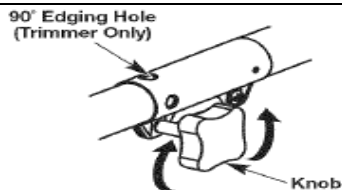

Рис. 6
ОСТОРОЖНО! Перед использованием устройства убедитесь в том, что кнопка фиксатора полностью защелкнута в основном отверстии, а поворотная рукоятка (Рис. 6) плотно затянута.
1. Чтобы ослабить зажим, поверните рукоятку против часовой стрелки (Рис. 6).
3. Затяните рукоятку, поворачивая ее по часовой стрелке (Рис. 6).